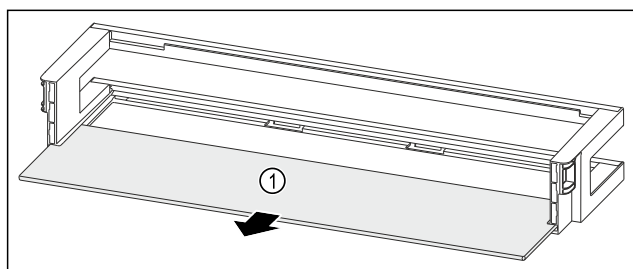

Fig. 124 Balconcino controporta con ripiano
- Rimuovere il ripiano Fig. 124 (1).